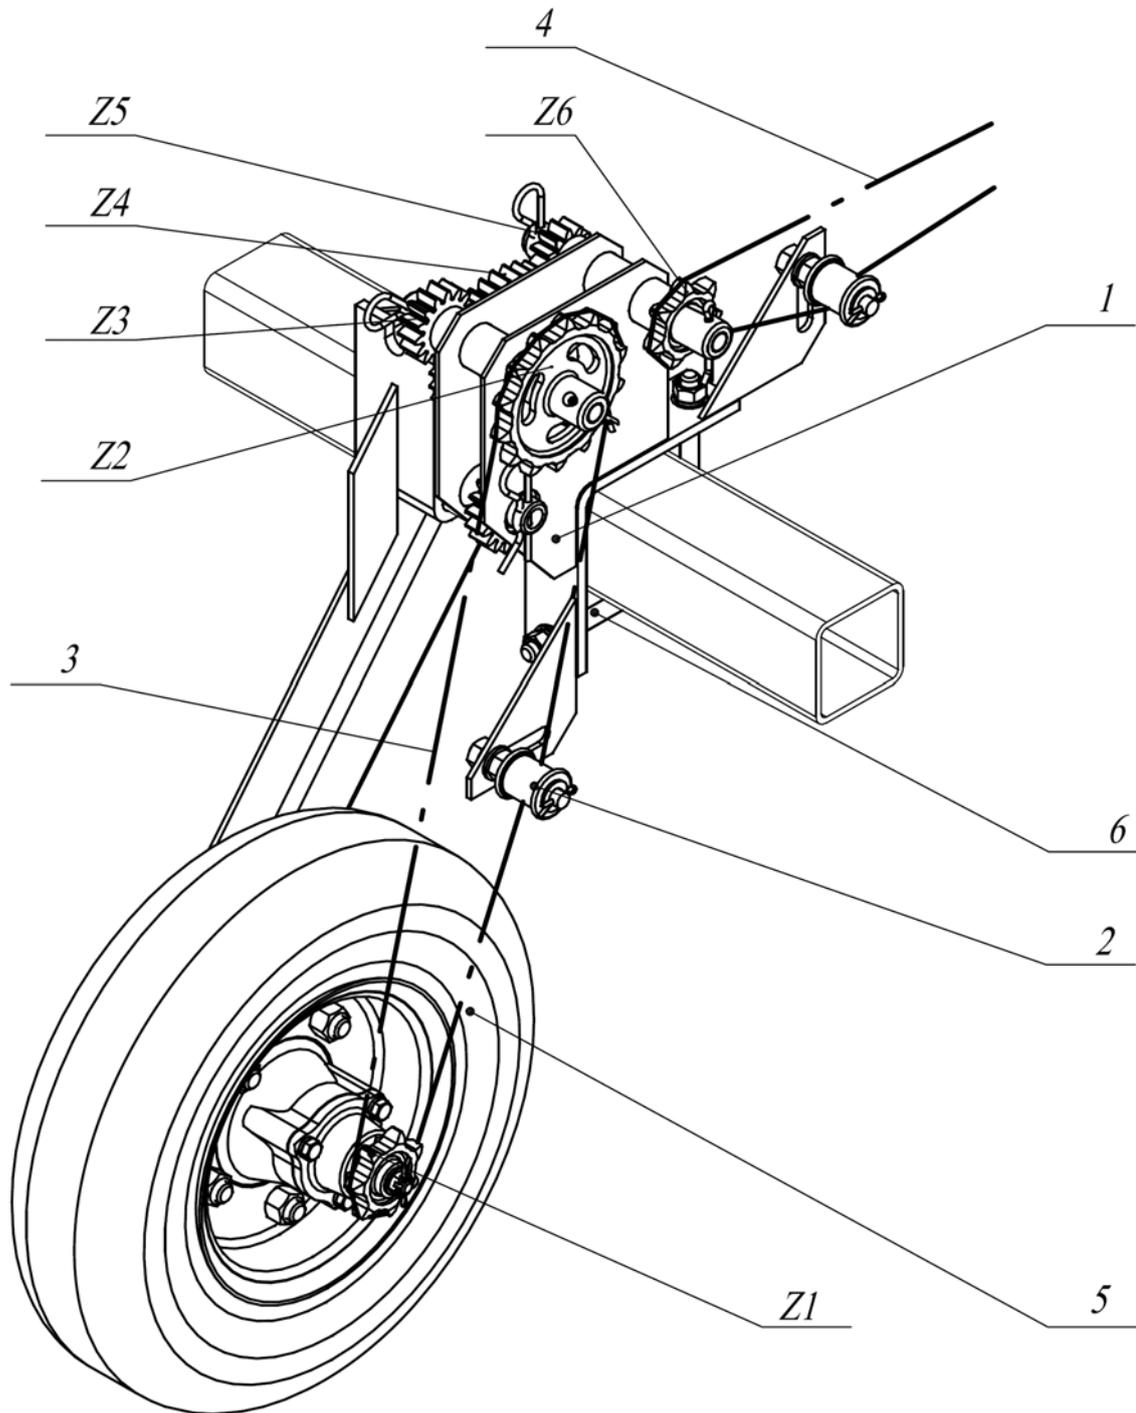

Рис. 6 Механизм передач
2.8 Механизм передач (рис.6) смонтирован на корпусе 1. От несущего колеса 1 через звездочку  $Z1=7$  с помощью цепи 3 движение передается на звездочку  $Z2=14$ , расположенную на первом валу механизма передач. На этом валу закреплено зубчатое колесо, передающее вращение через паразитные колеса и на второй вал. Со второго вала посредством цепной передачи вращение передается с звездочки  $Z6=7$  на звездочку  $Z7=12$  и вал туковысевающего аппарата АТ-2Р или АТП-2А.